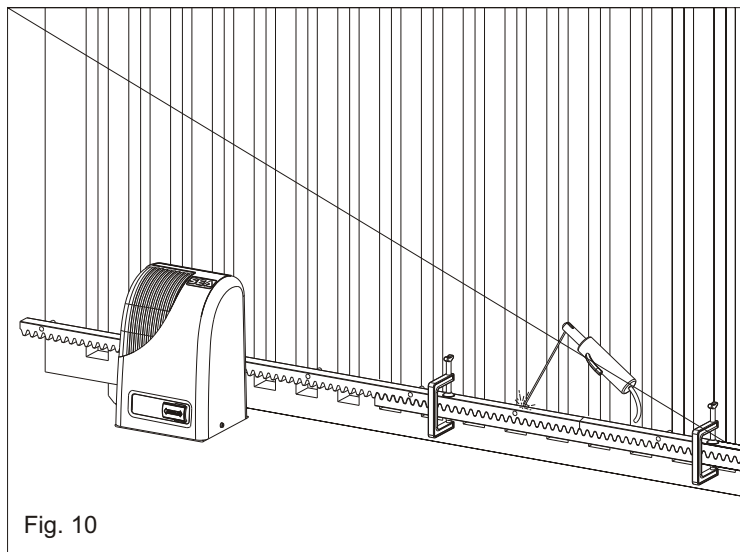

Fig. 10
5.5. S'assurer que tous les éléments de la crémaillère sont parfaitement alignés et positionnés correctement (denture en phase). Il est conseillé d'opposer à deux éléments successifs un troisième comme indiqué dans Fig. 10;